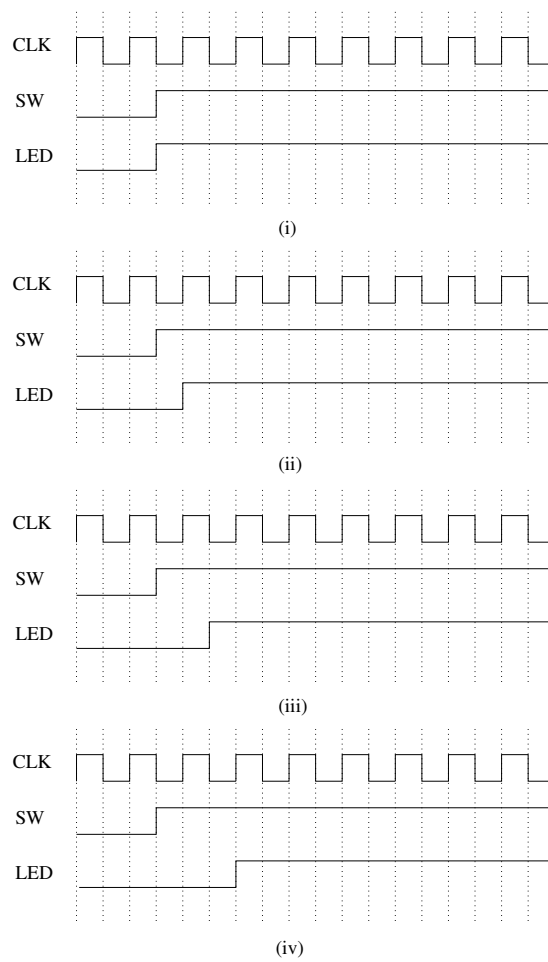

Figure 1 – Figure pour problème 2.
2. Lequel des chronogrammes (Fig. 1) décrit un comportement correspondant au code suivant ?